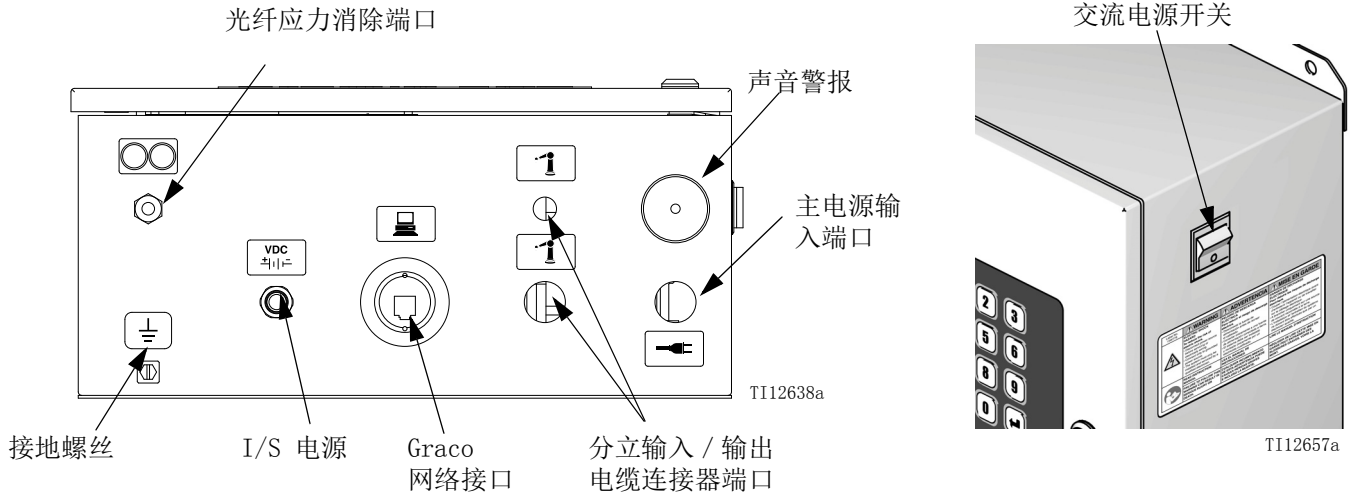

图 18. EasyKey 连接和交流电源开关
- 电源输入端口直径  为 22.4 毫米 (0.88 英寸)。它连接至隔板应力消除接头或导管。参见图 18。
1. 向 EasyKey 供电。在 EasyKey 端口  上安装应力消除双卡套或导管双卡套。参见图 18。
VDC 符号。参见图 18。